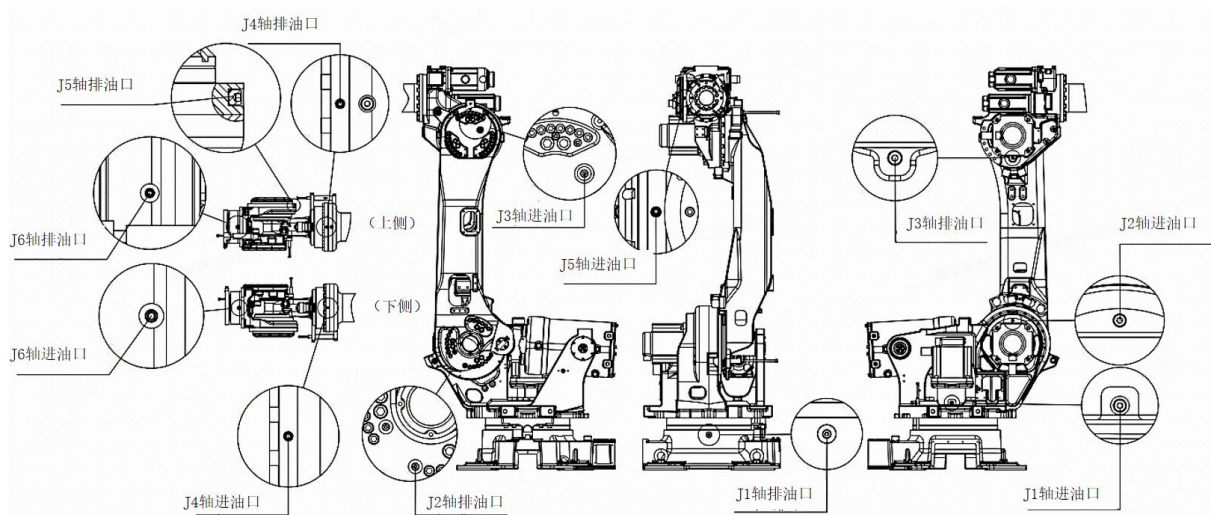

图 4-1 ER210-2700 V2 供脂口和排气口分布图
- 3) 拆下润滑油排油口的螺塞，见图 4-1、4-2。在排油口下方放置润滑油承接容器，如果担心排油会污染机器人，可根据需要安装排油用接头[M10×1]和排油软管[φ18×1m]